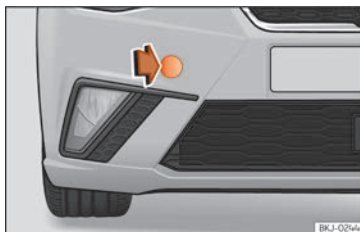

Fig. 45 Pare-chocs avant droit : retirer le cache.
Le logement de l'œillet de remorquage à visser se trouve sur la partie droite du pare-chocs avant, derrière un cache »» **fig. 45**.
- Retirez le cache en appuyant sur la partie gauche de ce dernier et laissez-le pendre du véhicule »» **fig. 45**.